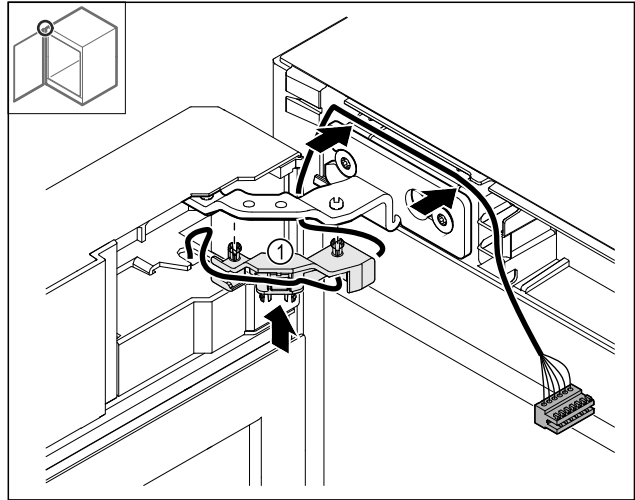

Fig. 49
- ▶ Zatlačte držiak kábla Fig. 49 (1) do závesu.